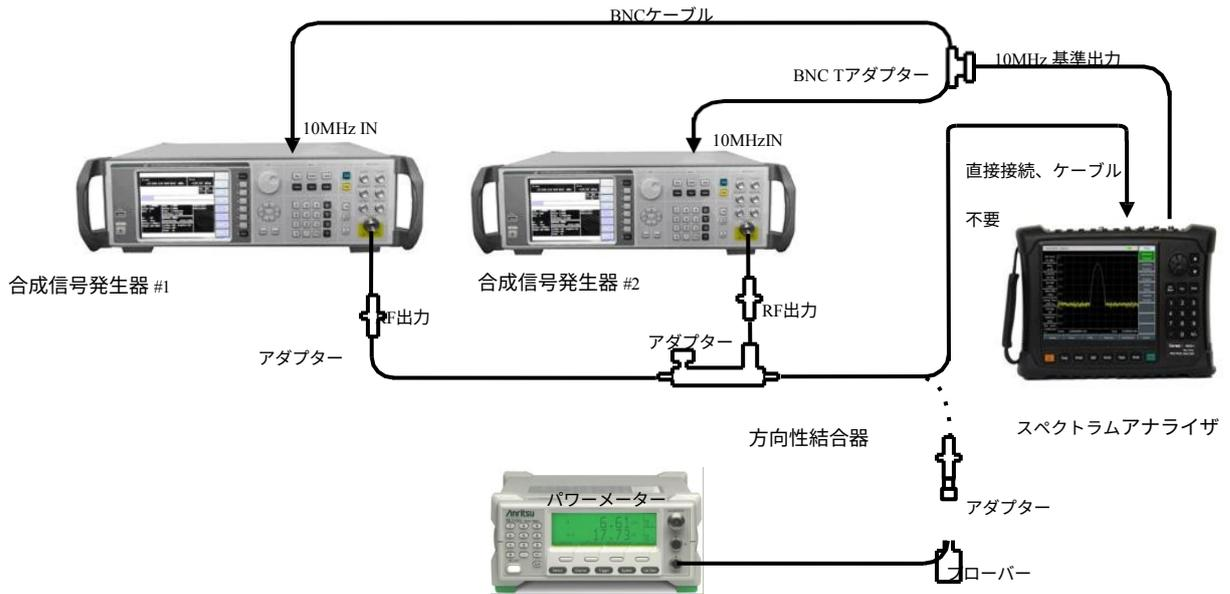

図12-12 1dBゲイン圧縮試験
- 2) 図12-12に示すように、テスト機器を接続します。RF方向性結合器を使用し、スペクトラムアナライザが合成信号発生器の周波数基準を提供します。
- 10) 図12-12に示すように、テスト機器を接続します。方向性結合器を使用し、スペクトラムアナライザが合成信号発生器の周波数基準を提供します。4024機器の周波数を9GHzに設定します。
- 16) 図 12-12 に示すように、テスト機器を接続します。方向性結合器を使用して、スペクトラムアナライザが合成信号発生器の周波数基準を提供します。4024 機器の周波数を 9GHz に設定します。